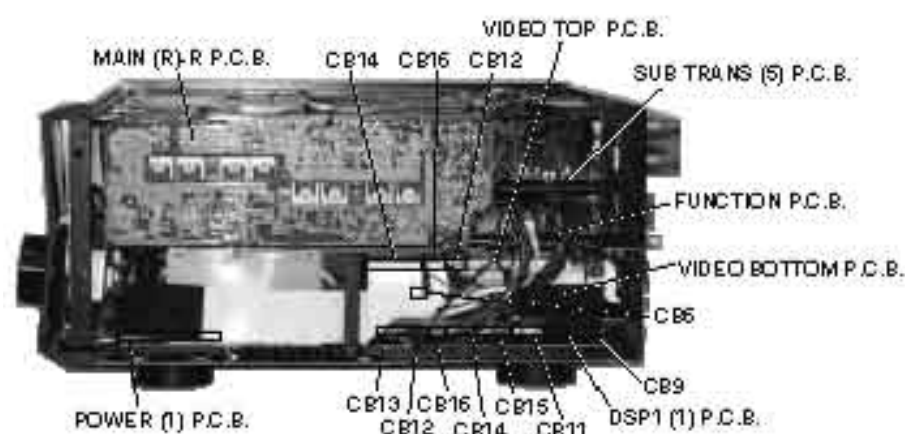

Fig. 23
DSP1 (1) P.C.B. (Fig. 23)
VIDEO BOTTOM P.C.B. (Fig. 23)
VIDEO TOP P.C.B. (Fig. 23)